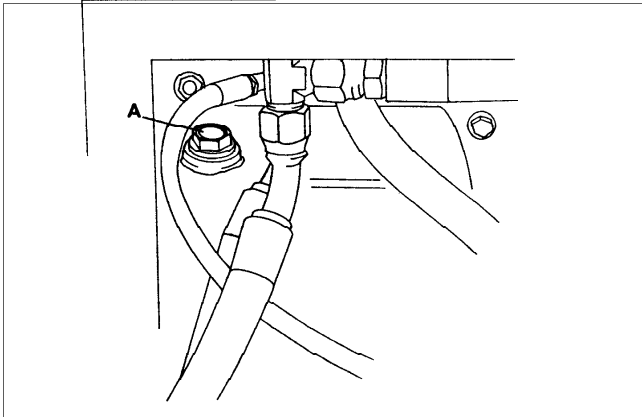

Fig.28
- Nach Aufwärmen des Motors Ölablaßstopfen (A Abb. 28) entfernen und Öl ganz aus der Ölwanne abfließen lassen.
- (a) Dopo avere prima riscaldato il motore, togliere il tappo di scolo (A Fig. 28) e scaricare tutto l'olio dalla coppa del motore.